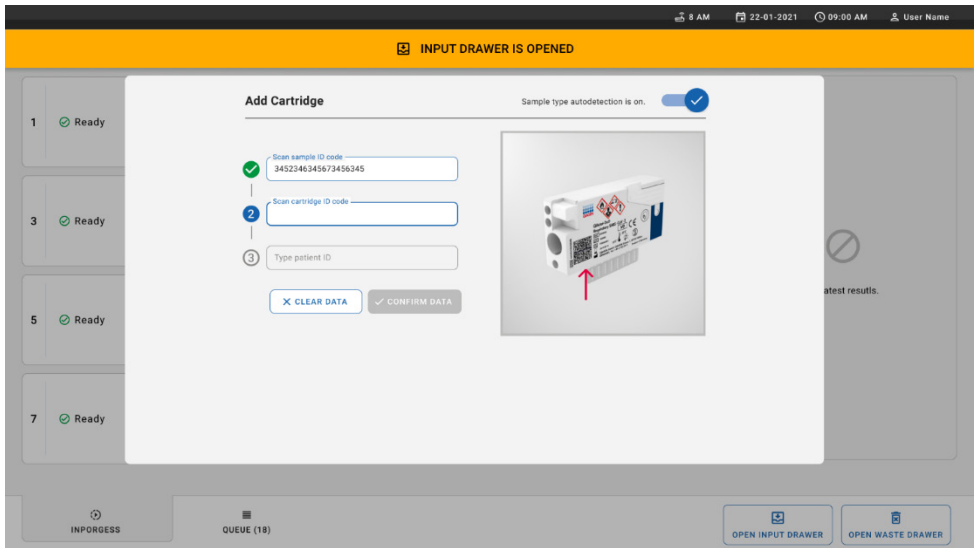
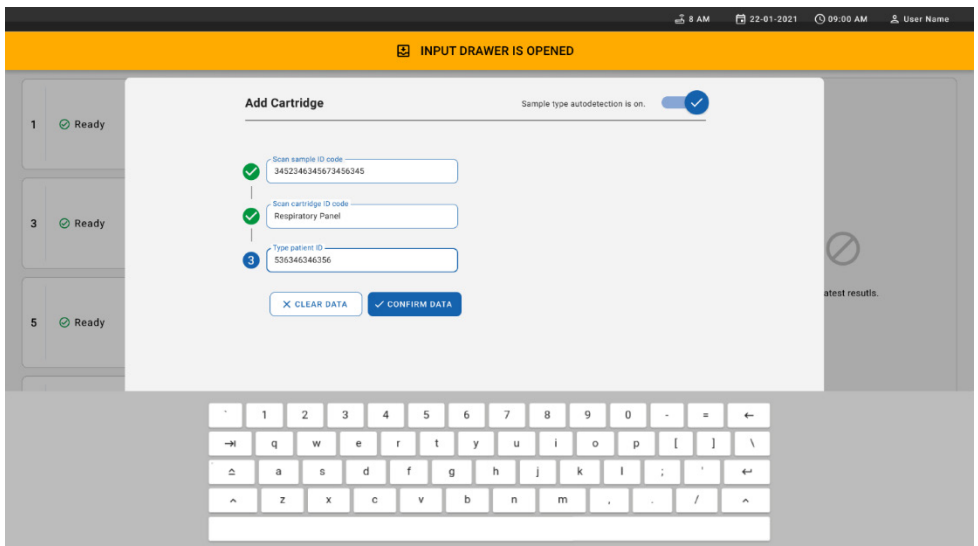

Figura 25. Introducerea ID-ului pacientului.
Figura 26. Introduceți ID-ul pacientului, apoi confirmați datele de pe ecran
10. Introduceți ID-ul pacientului (**Patient ID** (ID pacient) trebuie setat la **on** (activ)) (Figura 25), apoi confirmați datele (Figura 26).